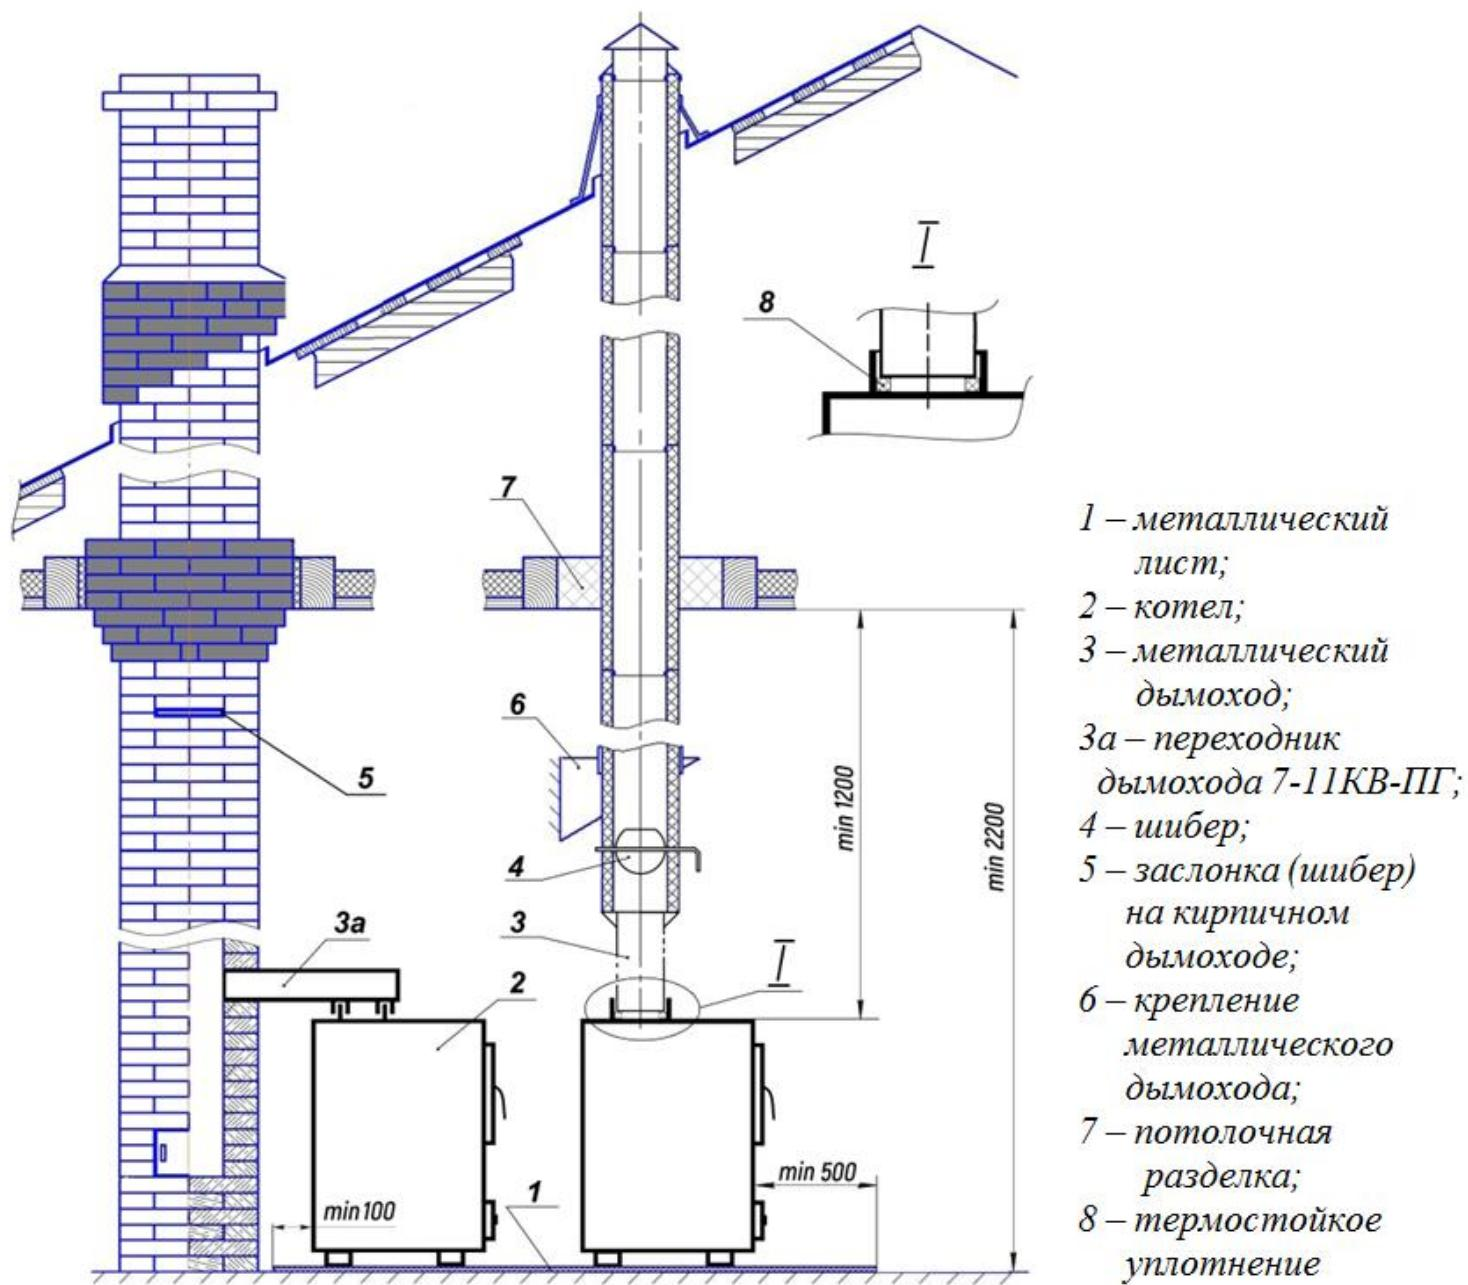

Рисунок 2. Схема монтажа котла и дымовой трубы
- 5.4. Патрубок дымохода расположен на варочной плите. Верхнее расположение дымового патрубка предназначено для подключения котла к вертикальной стальной дымовой трубе (*см. рис. 2*).
- 5.5. Для подключения кирпичной трубы можно использовать переходник 8-11 КВ-ПГ (*поз. 7 на рис. 2*), – см. дополнительную комплектацию на с. 11.